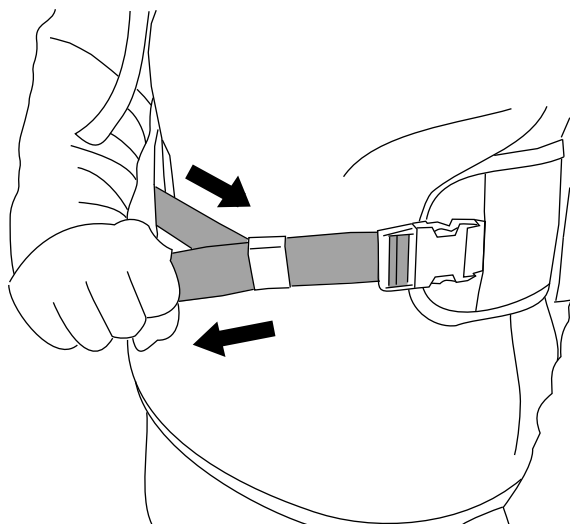

Figure 10
3. Serrez à nouveau la ceinture après vous être redressé(e) jusqu'à ce qu'elle soit bien ajustée (Figure 10).